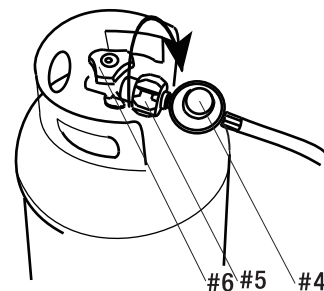

Fig. 5
- Conecte el regulador de presión (# 4) al tanque girando la perilla (# 5) en el sentido de las agujas del reloj hasta que esté completamente asegurado. (Fig.5)